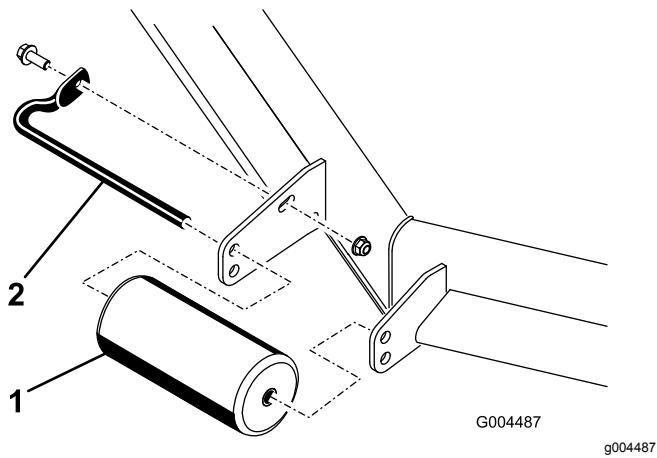

Figura 10
- A. Rimuovete la vite e il dado che fissano l'albero del rullo alla staffa dell'apparato di taglio (Figura 10).